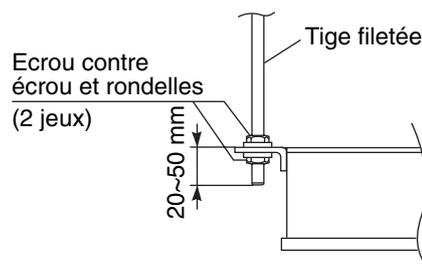

Fig. 3-101
- (3) Suspendez et fixez l'unité intérieure à l'aide des 2 écrous hexagonaux (fourniture chantier) et des rondelles spéciales (fournies avec l'unité) comme indiqué à la figure 3-101.